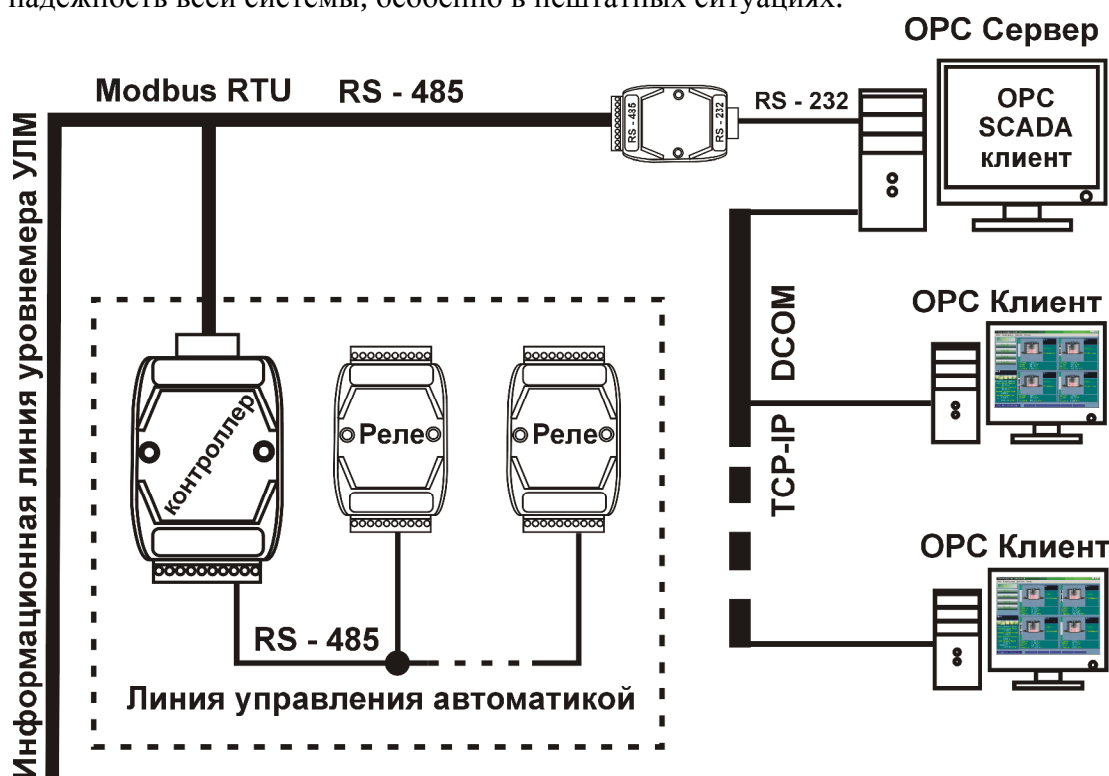

Рис.17.2. Интеграция уровнемера УЛМ в АСУТП с контроллером «Лимако».
17.2. Система на рис.17.2 аналогична описанной выше, но оснащена собственным блоком автоматики под управлением контроллера «Лимако». Программа Limaco OPC Server поддерживает работу с контроллером «Лимако» в такой конфигурации. Каждому резервуару сопоставляется блок реле с четырьмя независимыми группами контактов и соответственно до четырех значений уровня продукта, при достижении которых будут происходить переключе-